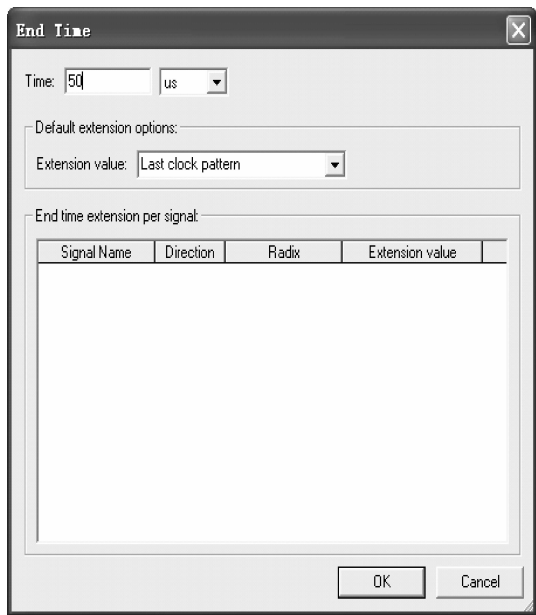

图 3-16 设置仿真时间长度
(2) 设置仿真时间区域。在选择主菜单 Edit→End Time 项,在弹出的对话框中的 Time 文本框中输入“50”,单位选择“ $\mu\text{s}$ ”,如图 3-16 所示,即整个仿真域的时间设定为  $50\mu\text{s}$ ,单击 OK 按钮,结束设置。对于时序仿真来说,将仿真时间轴设置在一个合理的时间区域上十分重要。通常设置的时间范围在数十微秒间。如果电路功能比较复杂,需要验证的功能较多,则需要适当加长仿真时间。仿真时间设置越长,将会导致仿真的耗时越长,如果设置为几秒,则实际仿真电路需要的时间可能需要几个小时,因此仿真时间设置一定要合理。
(3) 存盘波形文件。选择 File 中的 Save As,将以名为 mux21a.vwf(默认名)的波形文件存入文件夹 D:\muxfile 中。